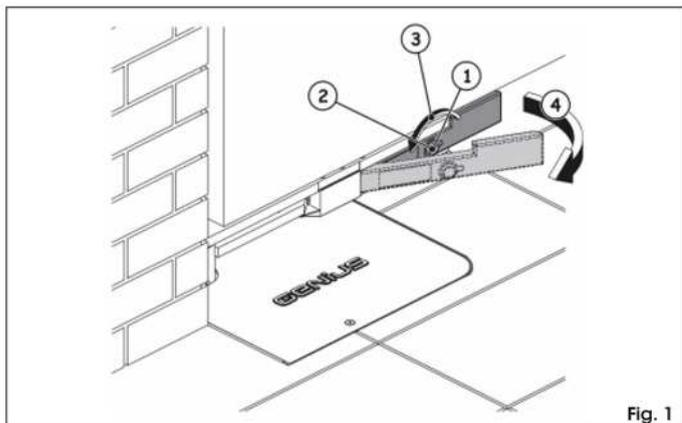

Fig. 1
Éste se encuentra montado en la barra de sustentación de la cancela (Fig. 1 ref. ⑥) y permite desbloquear el sistema desde dentro o desde fuera de la propiedad.
- Quitar el tapón de protección de la cerradura (Fig. 1 ref. ①)
- Introducir la llave de desbloqueo en la cerradura (Fig. 1 ref. ②)
- Girar la llave en la dirección de la columna hasta el tope (Fig. 1 ref. ③)
- Tirar de la palanca (Fig. 1 ref. ④)